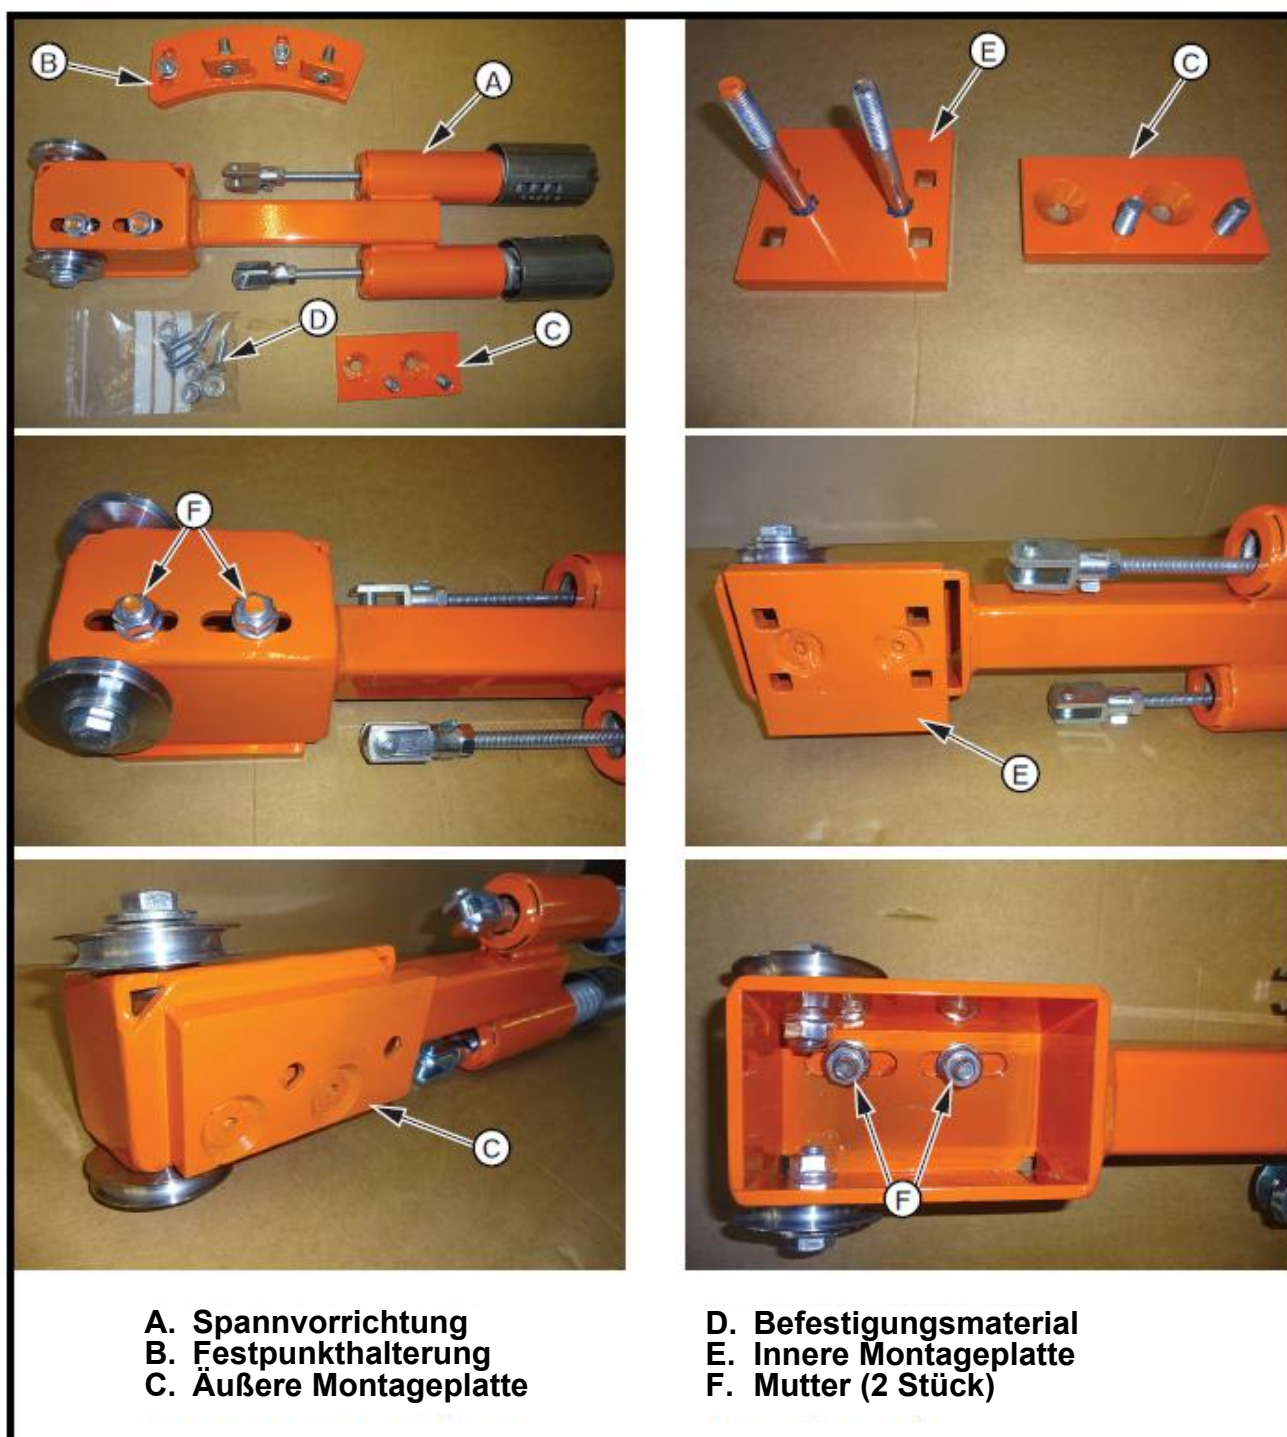
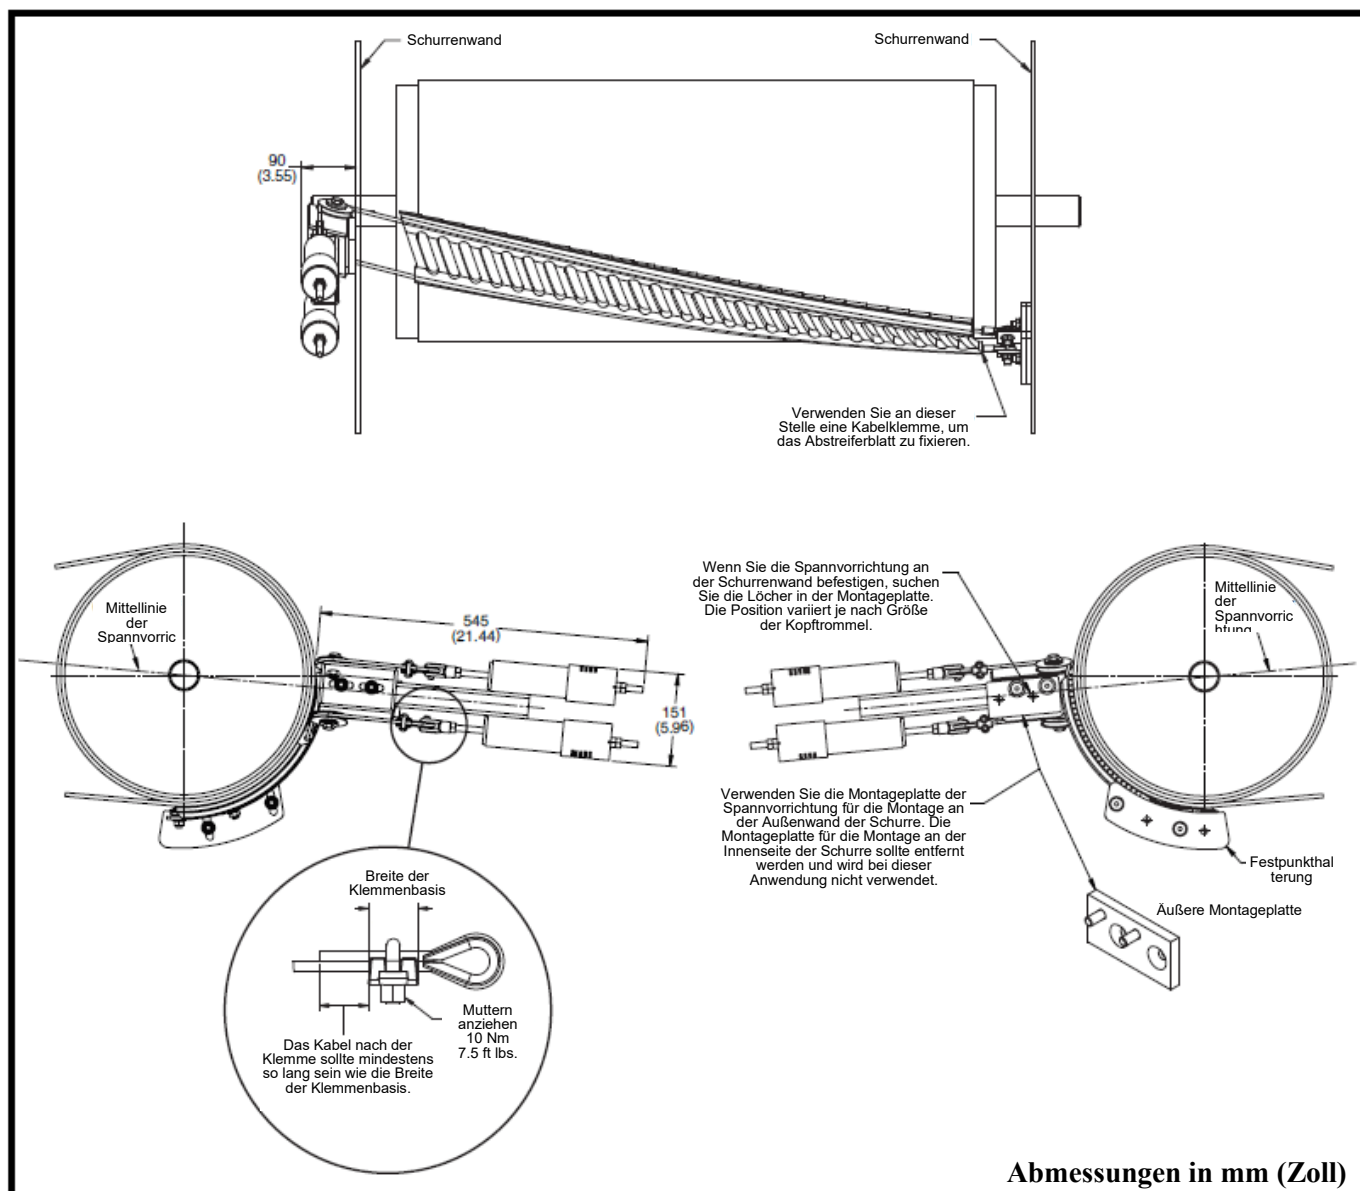

Abbildung 7: Montageplatten für Spannvorrichtung
Abbildung 9: Montage der Spannvorrichtung an der Außenseite der Schurrenwand (Standardinstallation)
- d) Montieren Sie die äußere Montageplatte an der Spannvorrichtung. Siehe Abbildung 7.
- (1) Entfernen Sie die Muttern (F).
- (2) Entfernen Sie die innere Montageplatte (E) von der Spannvorrichtung (A).
- (3) Montieren Sie die äußere Montageplatte (C) an der Spannvorrichtung.
- (4) Bringen Sie die Muttern (F) an und ziehen Sie sie fest.
- e) Positionieren Sie die Spannvorrichtung an der gewünschten, behinderungsfreien Stelle, siehe Abbildung 9. Vergewissern Sie sich, dass die Kabel des Vorabstreifers nicht an den Wandausschnitten der Schurre reiben. Gegebenenfalls müssen die Spannvorrichtung neu positioniert oder die Ausschnitte vergrößert werden.
3. Montieren Sie Kabelöse und Klemme wie in Abbildung 9 gezeigt.
- b) Positionieren Sie die Spannvorrichtung an der gewünschten, behinderungsfreien Stelle, siehe Abbildung 9.